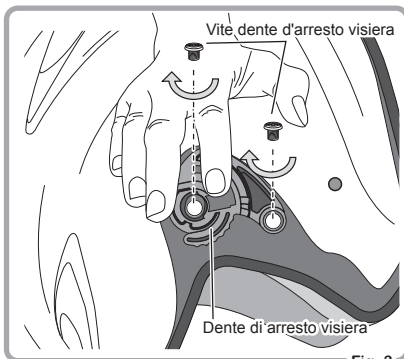

Fig. 3
③ Serrare saldamente in senso orario entrambe le viti del dente d'arresto visiera. Ripetere la stessa procedura per l'altro dente d'arresto visiera. A questo punto i denti d'arresto visiera sono installati (Fig. 3)